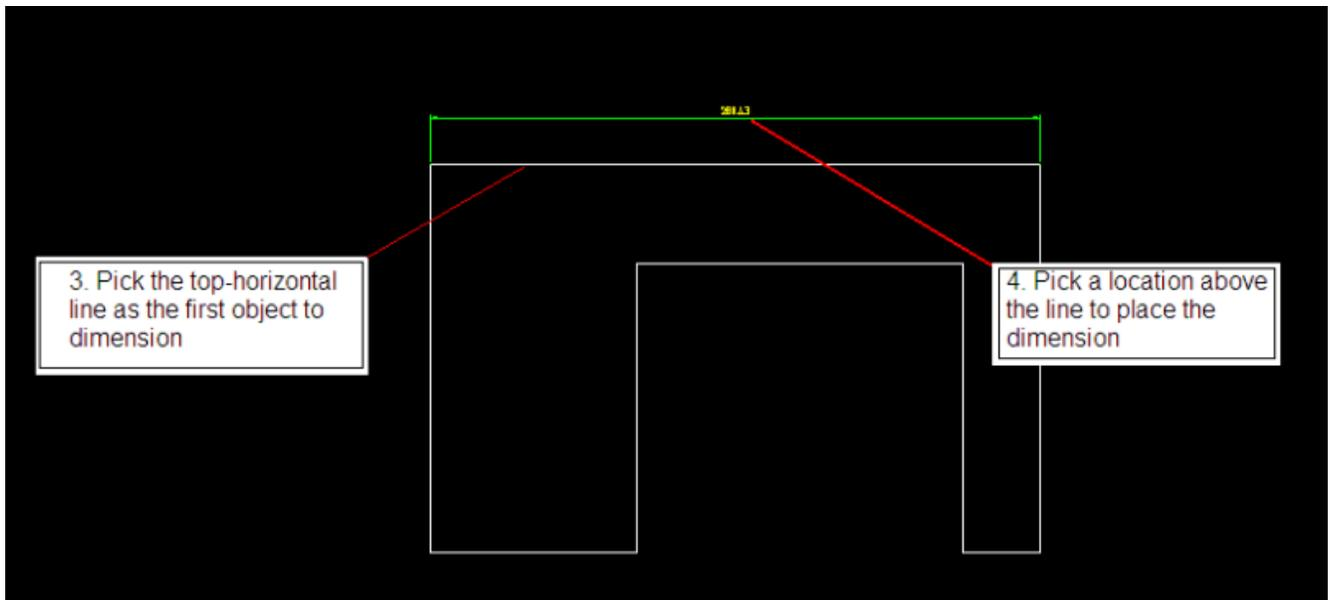

Figura 27
11. Para agregar las dimensiones a las líneas daremos un clic con el botón izquierdo del mouse sobre la línea que vamos a modificar y después damos otro clic en el área donde vamos a colocar las dimensiones, cuando terminemos de colocar todas las dimensiones damos *Enter* con el teclado para dar por aceptados los valores, como se indica en las figura 27 y 27a.